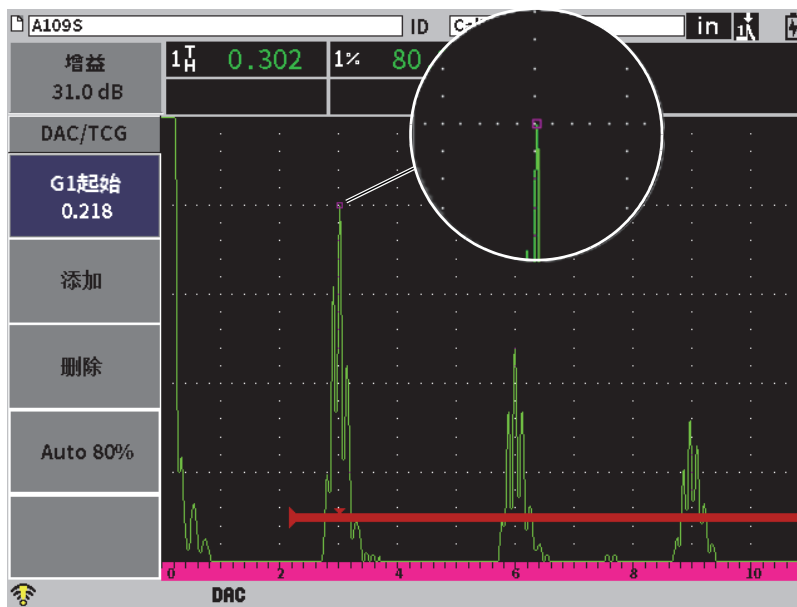

图 11-4 第一个DAC点
2. 按制表键，加亮显示**添加**，然后按确定键，添加第一个点（参见第169页的图 11-4）。